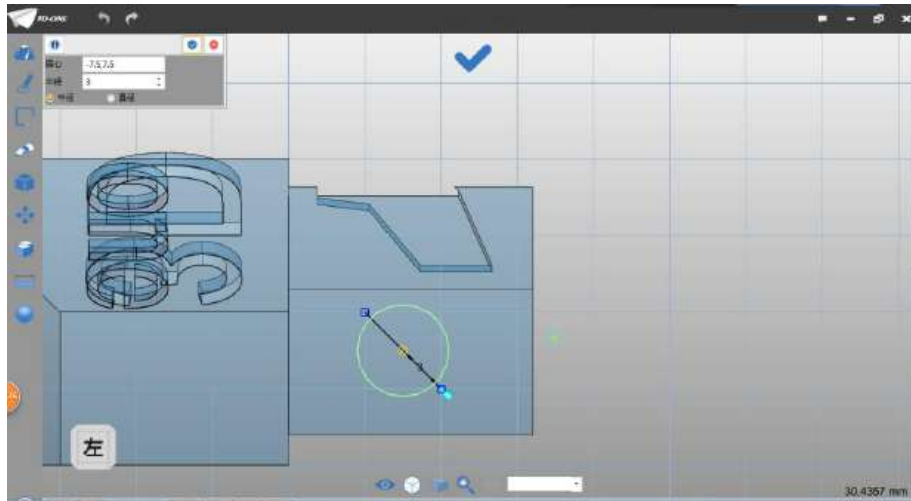

图 2-17
Step 17 选择圆命令，圆心选择直线中点，半径设为 3，如下图 2-17 所示：